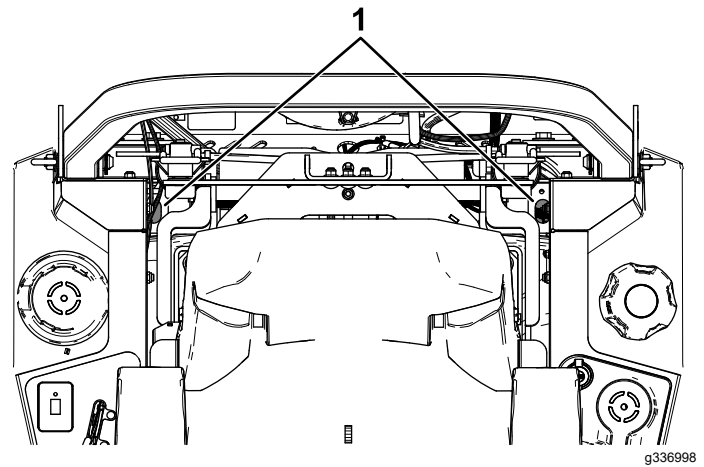

Figura 80
- **Transmisiones hidrostáticas ZT 4400:** utilice una extensión y una llave de vaso de 7/16" para acceder al tapón de ventilación desde la parte superior de la máquina a través de los orificios situados cerca de los soportes de la barra antivuelco (Figura 80).